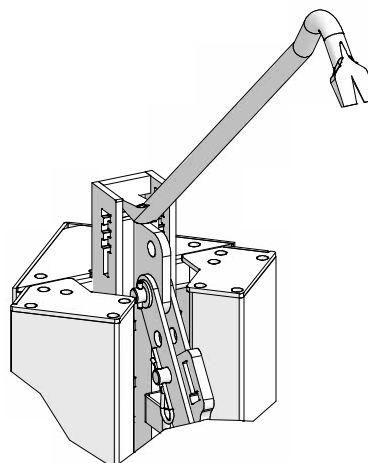

Fig. 35.5
7. Pour remettre l'angle décoffrant en position initiale : positionner le pied de biche au Point C (Fig. 35.5) et le pousser vers le bas.